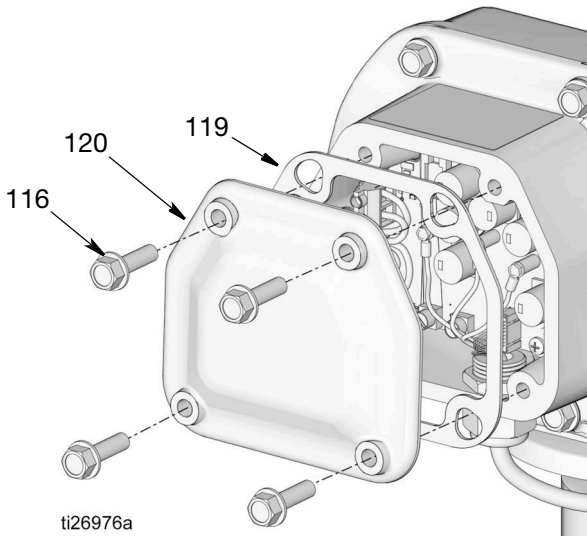

図 65
5. モーター制御ボックスカバー (120) からネジ (116) を取り外し、カバーとガスケットを取り外します (119) (図 65)。